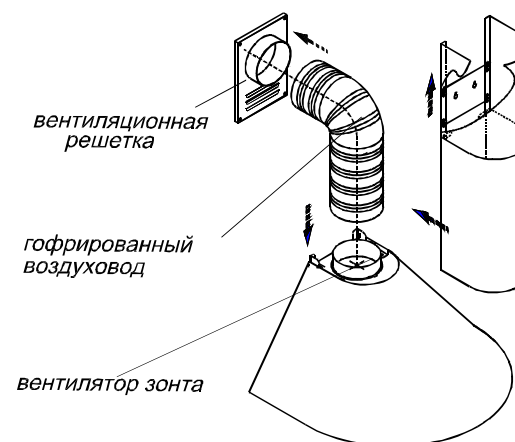
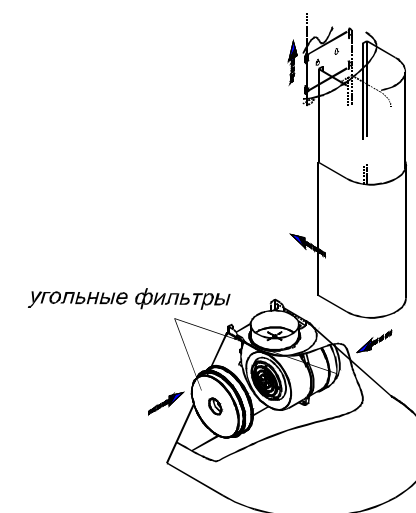

РИС. 6
РИС. 7
6.3. В зависимости от режима эксплуатации зонта соедините вентилятор с вентиляционной решеткой полужестким гофрированным воздуховодом (рис. 6) или установите на вентилятор угольные фильтры (рис. 7).
6.4. Установите фальштрубы (рис. 6, 7) выдвиньте верхнюю фальштрубу, и навесьте ее через отверстия "замочная скважина" (расположенные на кронштейне).